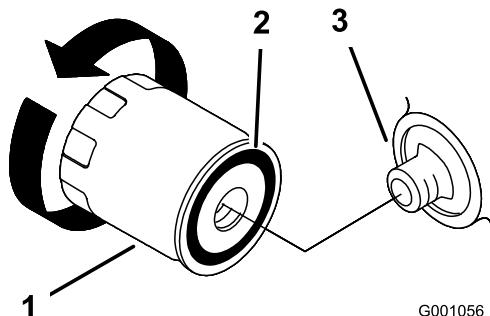

Figura 49
2. Togliete il filtro usato e tergete la superficie della guarnizione dell'adattatore del filtro (Figura 49).
- Spalmate un velo di olio nuovo sulla guarnizione di gomma del filtro di ricambio (Figura 49).
- Montate il nuovo filtro dell'olio nell'adattatore, giratelo in senso orario finché la guarnizione di gomma non sfiora l'adattatore, quindi serrate il filtro di altri 2/3 di giro o 1 giro (Figura 49).